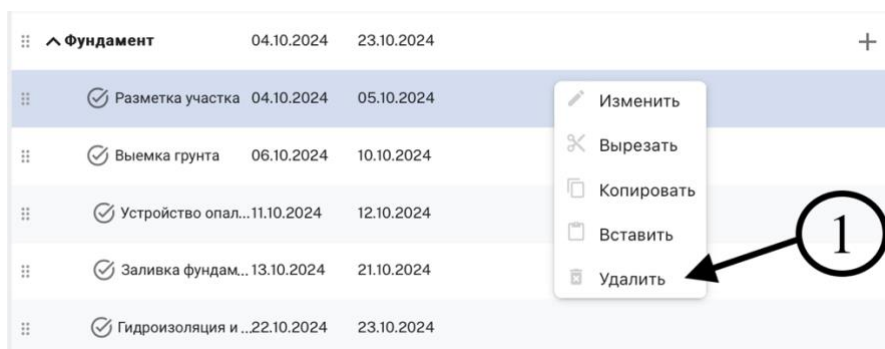

Рисунок 42 - Удаление работ
Для удаления работ в шаблоне графика или в графике объекта щелкнуть правой клавишей мыши по интересующей работе и в открывшемся списке выбрать «удалить» (1) Рисунок 42.